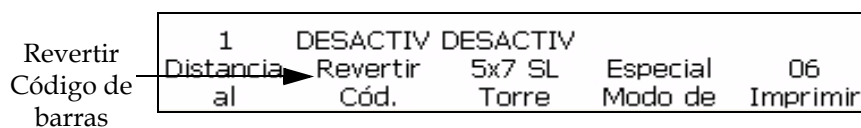

Figura 5-63: Marco <06 Imprimir>
- 2 Comience en el marco <06 Imprimir> (01 Edición > 02 Edición > 03 Edición > 04 Edición - Imprimir Ajuste > 01 Imprimir > 02 Imprimir > 03 Imprimir > 04 Imprimir > 05 Imprimir > 06 Imprimir). Consulte la Figura 5-63.